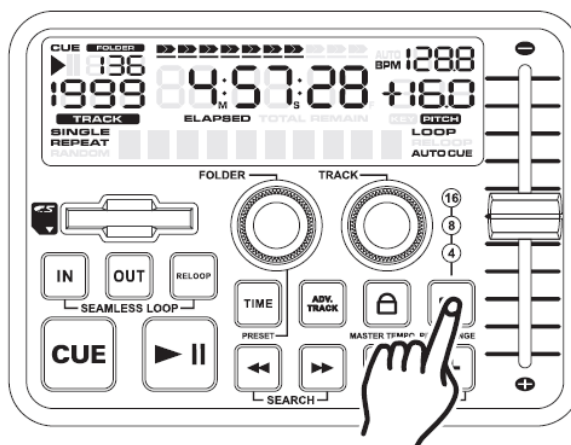

Figure 31
Utiliser le sélecteur de pourcentage du Pitch Slider (28) : Vous pouvez modifier l'amplitude du PITCH SLIDER (27) à tout moment. Pour modifier l'amplitude du jeu assurez-vous que la fonction pitch est activée, voir figure 31. L'amplitude du pourcentage du pitch peut être changée entre +/- 4 %, +/- 8 %, +/- 16 %. 4 % vous permet la manipulation la plus restreinte du pitch et 16% vous permet la manipulation la plus ample du pitch. Pour régler les différentes variations, maintenez enfoncé le bouton % (29) jusqu'à ce que vous atteignez la valeur désirée.